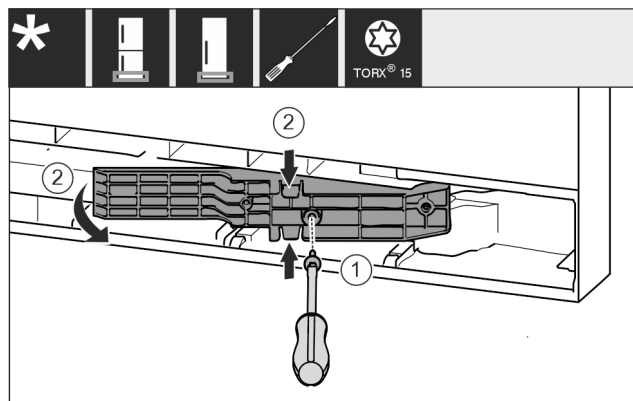

Fig. 18 *
- ▶ Desserrer les vis avec un tournevis T15. Fig. 18 (1)*
- ▶ Sortir l'adaptateur. Fig. 18 (2)*